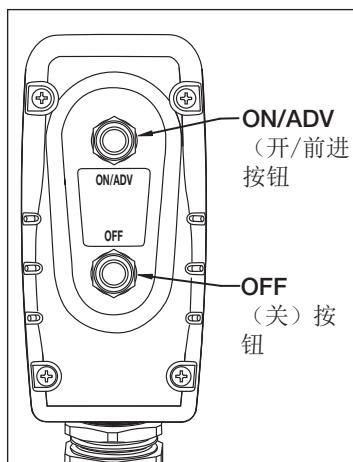

图 6, 悬吊开关按钮
参见图 6
1. 要启动泵, 请按下悬吊开关上的“ON/ADV (开/前进)”按钮。请参见图 6。电机将自动启动, 且扳手将开始推进。只要按住此按钮, 扳手就会一直前进。压力表将显示前进管路中的压力。